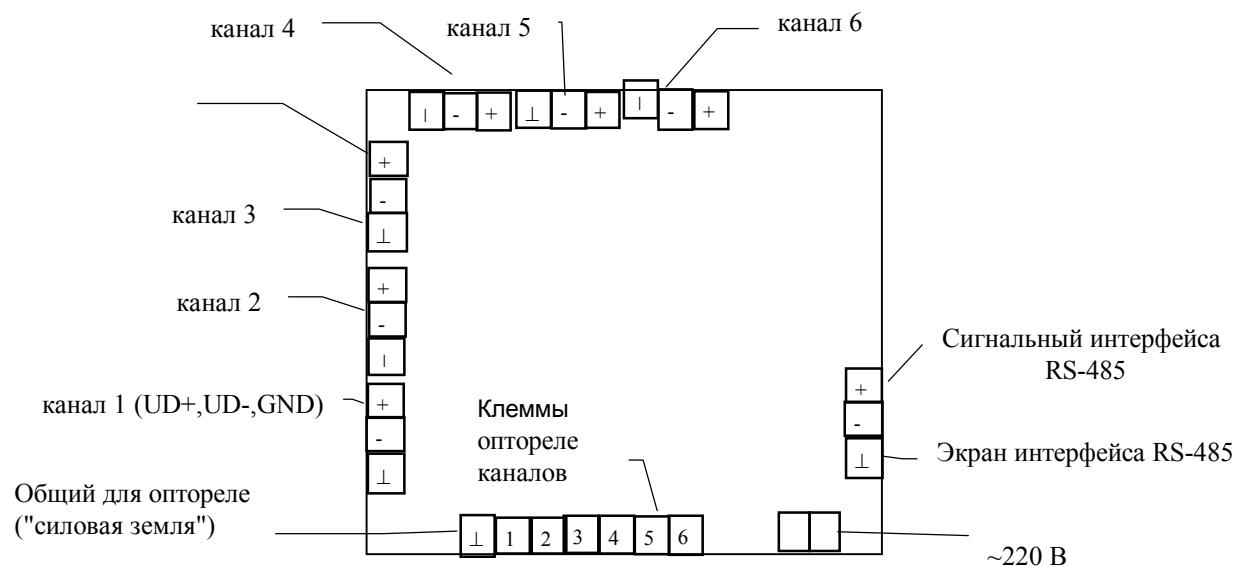

Рис.2. Схема подключения. Задняя панель ИТР.
"CAL"- калибровка ИТР при $t = 0^{\circ}\text{C}$. Для калибровки необходимо выдержать датчик температуры на соответствующем канале (кроме термопреобразователей с унифицированным токовым выходом) в водо-ледяной смеси не менее 10 минут (для калибровки термометров сопротивления можно использовать магазин сопротивлений, класс точности не хуже 0.05, а для термопар - источник калиброванного напряжения). Для калибровки при типе датчика 6 необходимо на вход ИТР (см. рис. 2) подать ток 5 мА, для типа датчика 7 – 20 мА.
«Uref / Corr» - коррекция внутреннего ИОН по калиброванному напряжению. В этом режиме производится коррекция внутреннего источника опорного напряжения (ИОН), для этого необходимо установить на всех каналах тип датчика 4 (XA) или 5 (XK), на все каналы от источника калиброванного напряжения подать напряжение V=48.452 мВ (схема подключения как термопара: "минус" подключить к GND, "плюс" - к UDi-, где i - номер канала, см. рис. 2) и подождать 40 секунд.
5.6.2.1 Подключить к поверяемому ИТР магазин сопротивлений, имитирующий первичные датчики. Входы всех используемых каналов измерения должны быть подключены параллельно друг другу, неиспользуемые входы должны быть заглушены согласно рис. 2. Определить установленный при настройке прибора тип термодатчика . Выставить на магазине сопротивлений величину, равную сопротивлению термодатчиков в 0 °С. Перевести ИТР в режим автоперебора каналов. Если в процессе перебора каналов не возникает сообщений об ошибках, то прибор работоспособен.
6.2 Электрические соединения с сетью, датчиками температуры осуществляется через клеммные колодки, расположенные на задней панели прибора (см рис. 2).